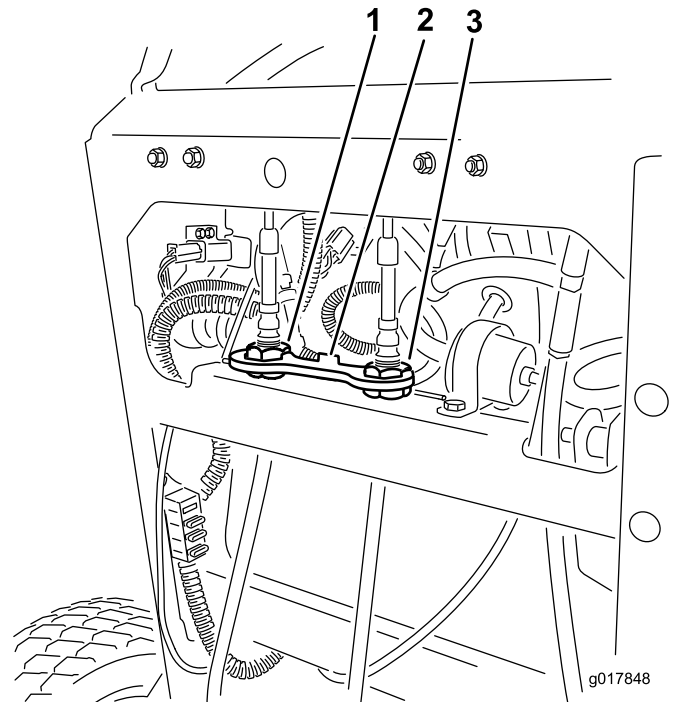

Figure 67
6. Placez la retenue de câble sur les écrous de réglage de câble pour fixer le réglage (Figure 67).